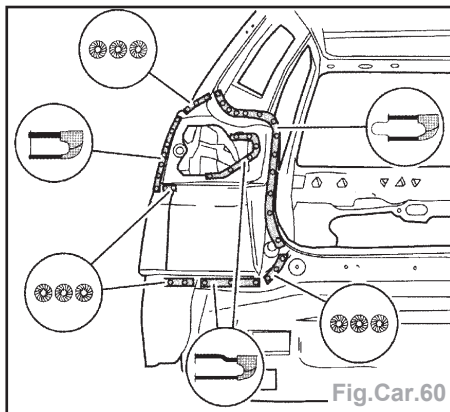

Fig.Car.60
- Souder par points sous atmosphère gazeuse les points d'assemblage montrés sur la figure et ensuite meuler (Fig.Car.60 et 61).